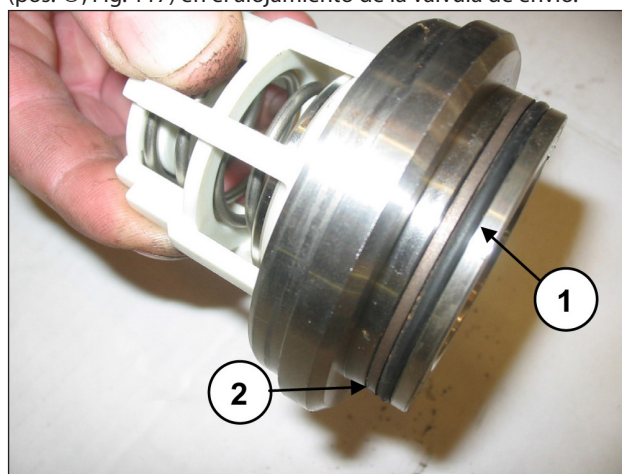

Fig. 117
Montar la junta tórica, pos. dibujo desglosado 5 (pos. ①, Fig. 117) y la anilla antiextrusión, pos. dibujo desglosado 15 (pos. ②, Fig. 117) en el alojamiento de la válvula de envío.